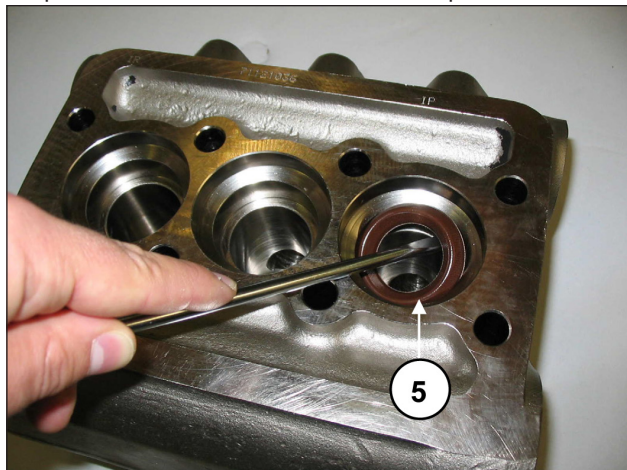

Fig. 21
C) Extraer las juntas de alta presión del cabezal y aquella de baja presión del correspondiente soporte utilizando herramientas simples como se indica en la (Fig. 21, pos. ⑤), prestando atención a no dañar las correspondientes sedes.